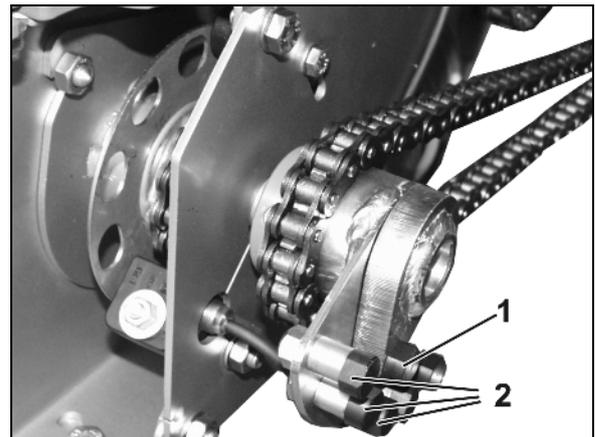

Fig. 128
Kommt es zum Blockieren der Dosierwalze durch Fremdkörper im Dosierer, schert eine Kunststoffschraube (Fig. 128/1) ab und der Antrieb wird zur Vermeidung von Schäden unterbrochen.
3. Ersatzschraube (Fig. 128/2) aus der Halterung nehmen.